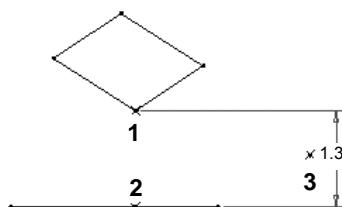

图 4.9.3 点、线间距离的标注
Step2. 单击位置1以选择一点，单击位置2以选择直线；中键单击位置3以放置尺寸（图4.9.3）。